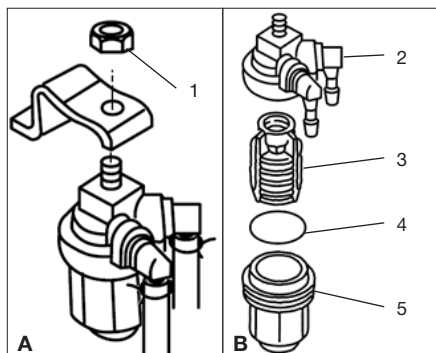

Рис. 30 Обслуживание топливного фильтра
2. Открутите гайку 1 крепления фильтра в сборе (Рис. 30А) и снимите фильтр.
3. Подложите под фильтр кусок ветоши, затем открутите стакан 5 фильтра (Рис. 30В). Если в топливе в стакане фильтра будет обнаружено какое-либо количество воды, внешний топливный бак должен быть проверен и промыт.
4. Извлеките фильтрующий элемент 3 и промойте его чистым бензином. Дайте ему просохнуть. Затем осмотрите фильтрующий элемент 3 и уплотнительное кольцо 4, чтобы убедиться, что они находятся в хорошем состоянии (Рис. 30В). Если потребуется, произведите их замену.
5. Произведите очистку стакана 5 фильтра (Рис. 30В).